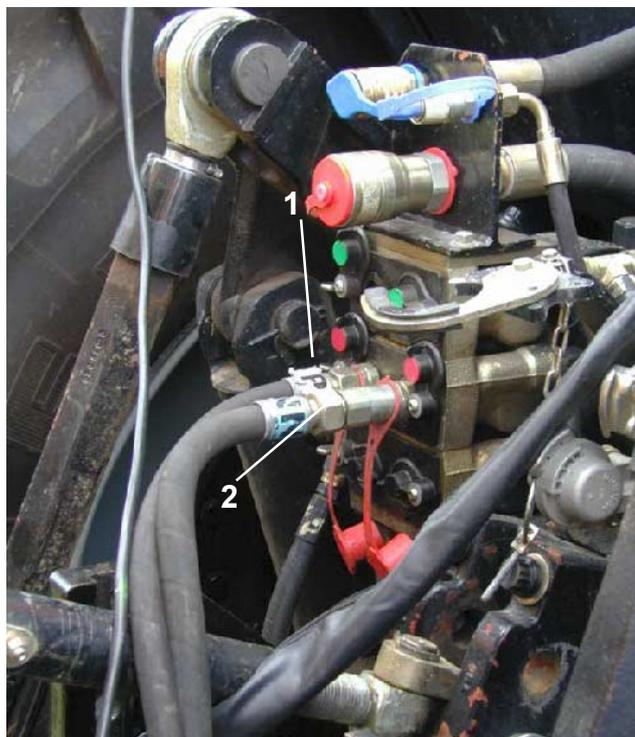

Fig. 8.13-14
- 1 distributeur simple effet pour raccorder le circuit en pression (fig. 8.13-14/1).
- 1 retour libre pour le raccordement du retour d'huile (fig. 8.13-14/2).